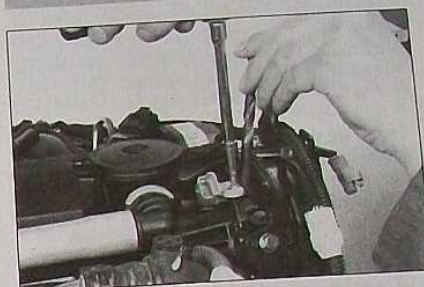

FIG.48
- dans le cas d'un capteur réutilisé, positionner une pîge de Ø 8,5 mm entre le corps du capteur et le bord du carter de distribution (Fig.48) et le serrer dans cette position.